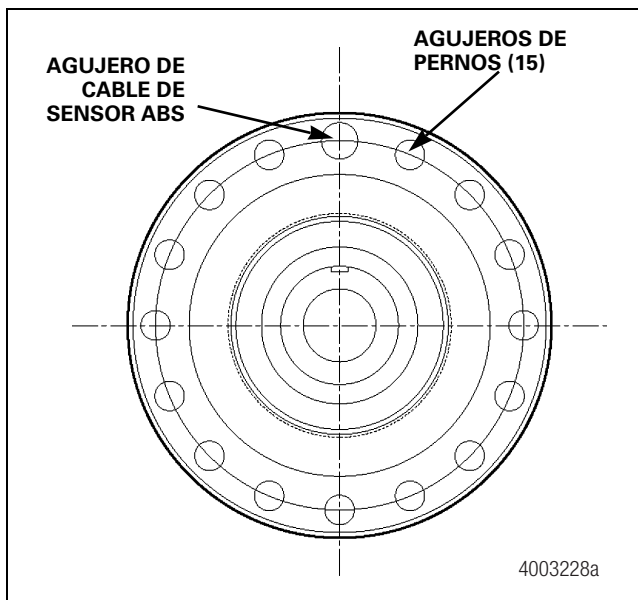

Figura 6.26
- **En bridas de 16 agujeros:** Fije el freno mediante la instalación de tornillos del diámetro correcto, 5/8 pulgada (15.875 mm) a través de los 15 agujeros de 0.656 pulgada (17 mm). Apriete los tornillos a 180-230 lb-pie (244-312 N•m). Figura 6.26.